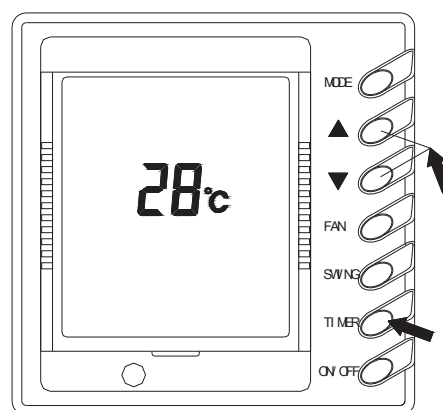

Рис. 2
☆ Не допускайте изгибов и подъемов на дренажной трубке, или погружения ее конца в воду (Рис. 2).
1) Включение и выключение кондиционера (Рис. 2)
Внимание : На рис. 2 изображен дисплей пульта управления после включения питания, но ДО включения кондиционера. Когда подключено питания и провод пульта управления, то на дисплее отображается температура в помещении, независимо от того, работает кондиционер или остановлен. В данный момент на дисплее больше ничего не отображается, значит кондиционер не работает.